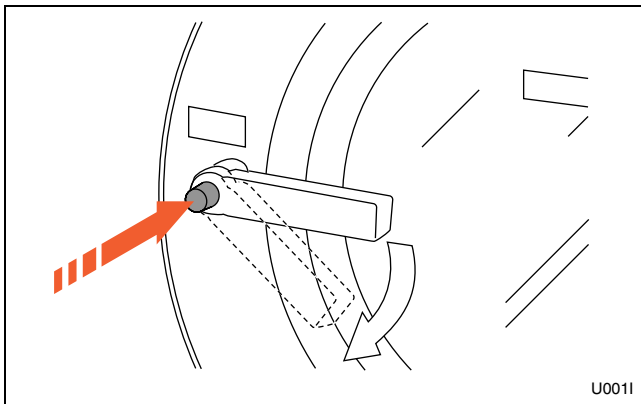

Figure 36
2. Appuyer sur le bouton et tourner la poignée dans le sens des aiguilles d'une montre pour ouvrir. Se reporter à la Figure 36.